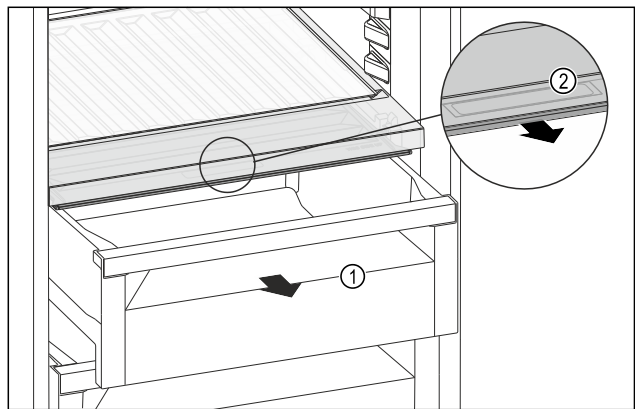

Fig. 180
- ▶ Schuifvak Fig. 180 (1) uittrekken.
- ▶ Greeplijst Fig. 180 (2) op het vakdeksel vastpakken en het vakdeksel gelijktijdig naar voren trekken.